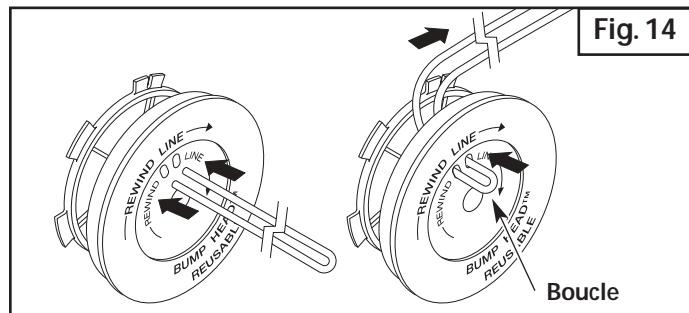

Fig. 14
6. Découpez environ 7,6 m (25 pi) de fil neuf et faites-en deux boucles de longueurs égales. Insérez chaque extrémité de fil dans l'un des deux trous du moulinet (Fig. 14). Tirez le fil à travers le moulinet pour que la boucle soit le plus petit possible.